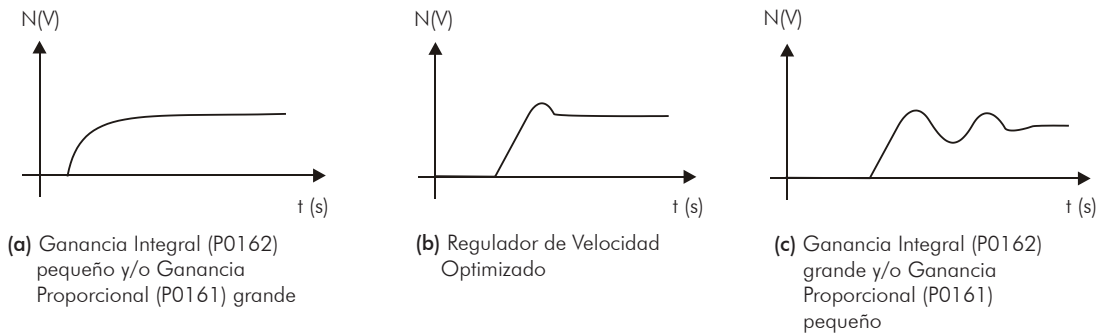

Figura 11.4 - (a) a (c) - Tipo de respuestas del regulador de velocidad
6. Verifique de entre las opciones de la Figura 11.4 en la pagina 11-18 cual es la forma de onda que mejor representa la señal leída.
7. Ajuste P0161 y P0162 en función del tipo de respuesta presentada en la Figura 11.4 en la pagina 11-18.